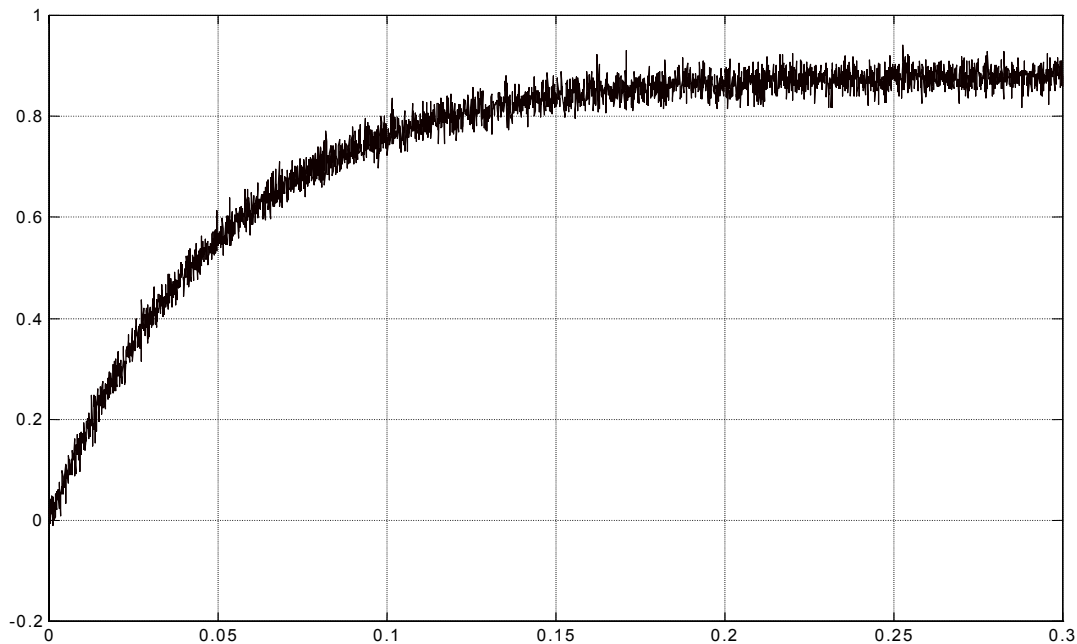

Figure 5 : Evolution temporelle de i (A) en fonction du temps t (s)
1.4) Pour identifier la machine, on a appliqué un échelon de tension de faible amplitude (1,5v), de manière à ce que le rotor ne tourne pas et on a relevé l'évolution temporelle du courant (figure 5).